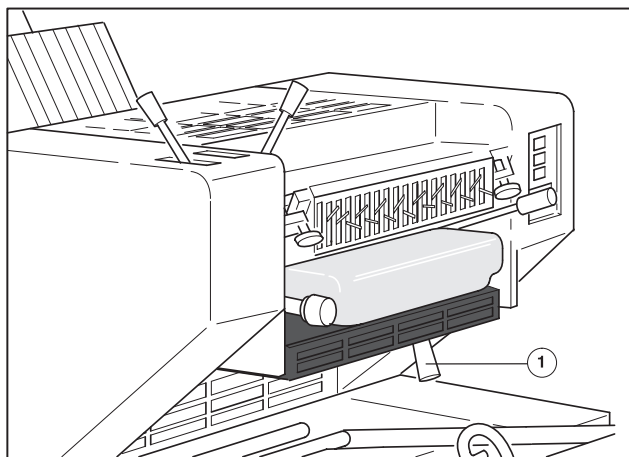

Рис. 9 Рычаг для разделения красочного аппарата и аппарата увлажнения
- ❶ Рычаг (Рис. 9/❶) установить в нижнее положение, чтобы разъединить увлажняющий и красочный аппараты.